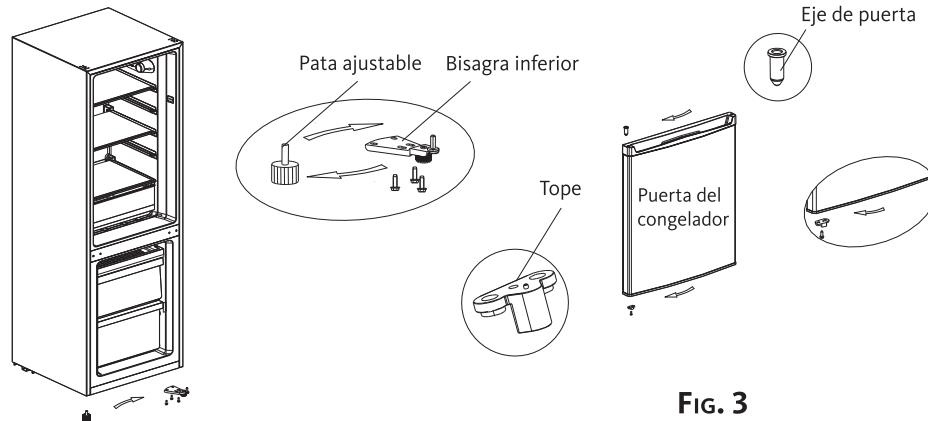

FIG. 3
4. Instale el conjunto de la bisagra inferior y las patas ajustables en el otro lado. A continuación, instale el eje de la puerta y el tope de la puerta del congelador en el otro lado (fig. 3).